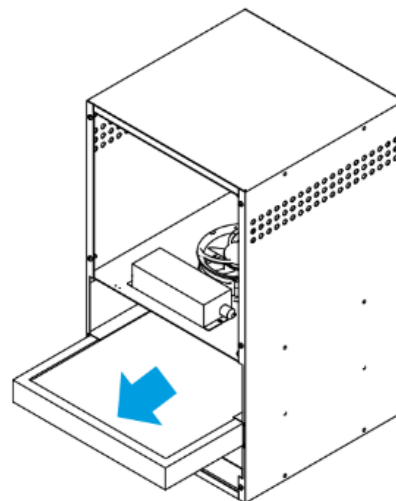

Abb. 4
3. Ziehen Sie den Filter, wie in *Abbildung 4* heraus.